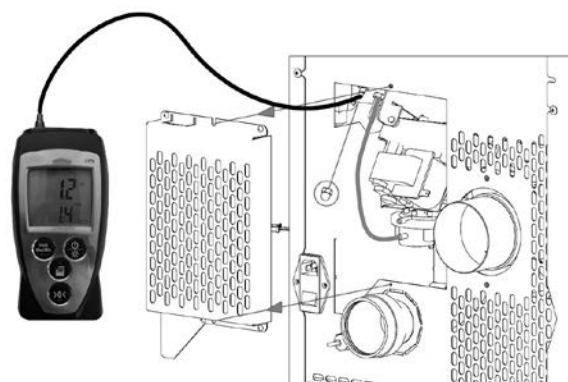

Fig. 36 - Aansluiting digitale drukregelaar
- Sluit een digitale drukregelaar aan met behulp van een slangetje om de onderdruk te meten (zie Fig. 36).